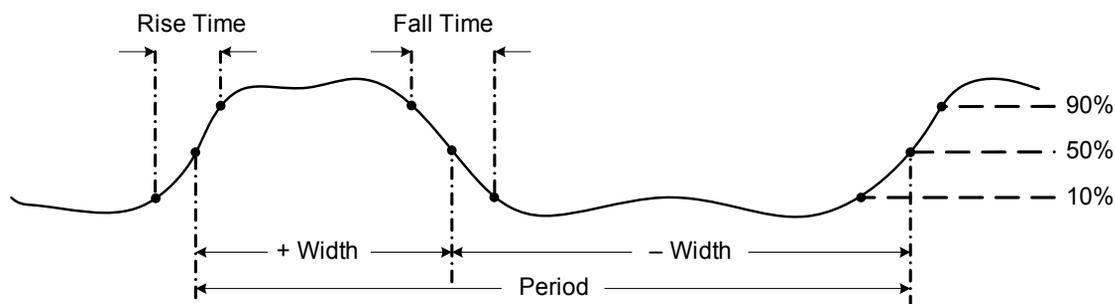

Figure 2-35 Mesures de fréquence, de largeur d'impulsion et de rapport cyclique
- La fréquence désigne le nombre de cycles qu'un signal effectue à chaque seconde. La fréquence se définit comme l'inverse de la période (1/période). La période se définit comme le temps entre les croisements du seuil moyen de deux fronts consécutifs de même polarité, comme illustré à la Figure 2-35.
La fonction de largeur d'impulsion mesure la durée pendant laquelle le signal est faible ou élevé, comme illustré à la Figure 2-35. Il s'agit du temps écoulé entre le seuil moyen du front montant et le seuil moyen du front descendant suivant. La forme d'onde mesurée doit être périodique ; sa courbe doit se répéter à intervalles de durée égale.
Le rapport cyclique (ou facteur d'utilisation) d'un train d'impulsions répétitives est le rapport entre la largeur d'impulsion positive ou négative et la période, exprimé sous la forme d'un pourcentage, comme le montre la Figure 2-35.